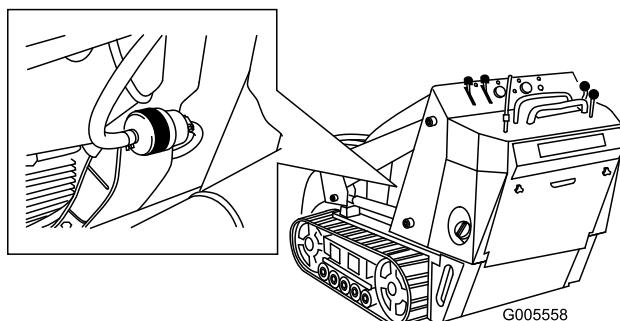

Figura 42
5. Bloccate i tubi del carburante su entrambi i lati del filtro (Figura 42).
- Premete le estremità delle fascette stringitubo ed allontanatele dal filtro (Figura 42).